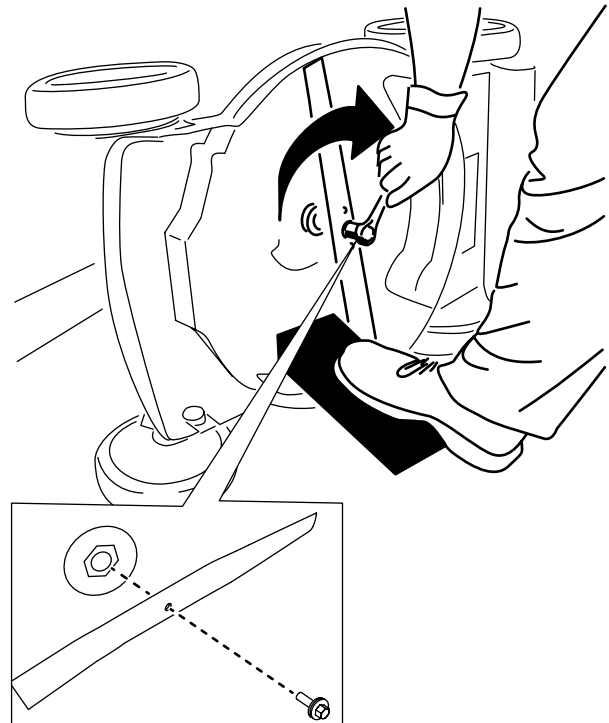

Figura 16
4. Instale la cuchilla nueva y el perno de la cuchilla (Figura 16).